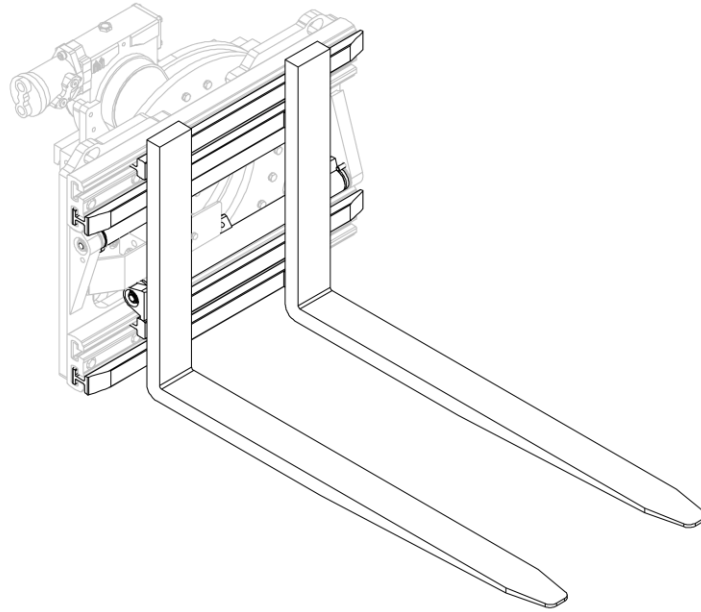
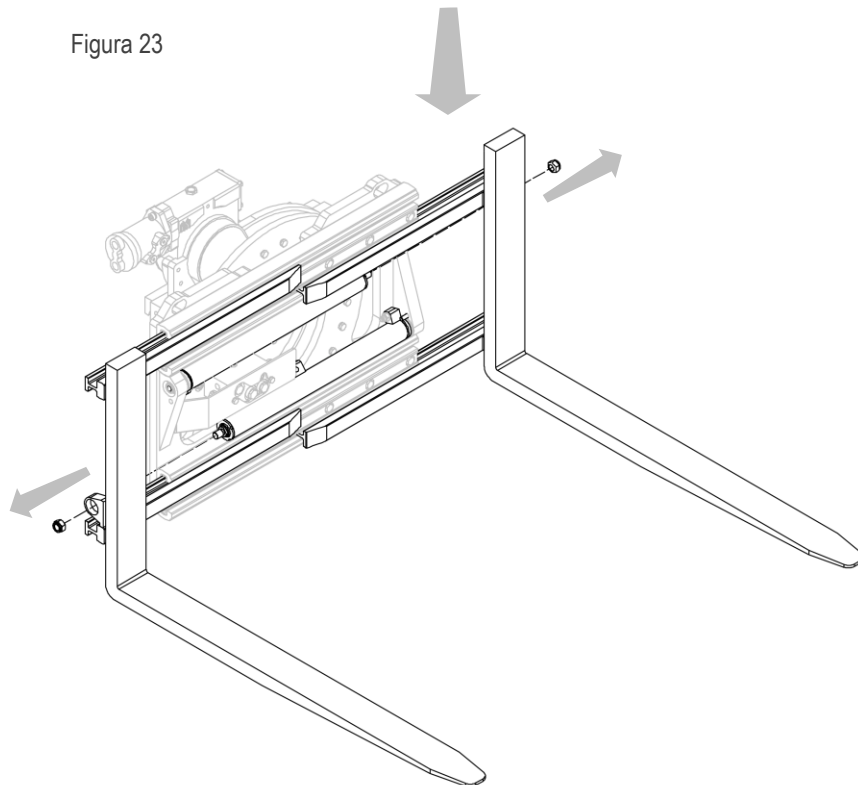

Figura 23
Figura 24
2. Remover los perfiles con las horquillas después de desenroscar las tuercas que bloquean las horquillas (mira *Figura 23* y *Figura 24*).